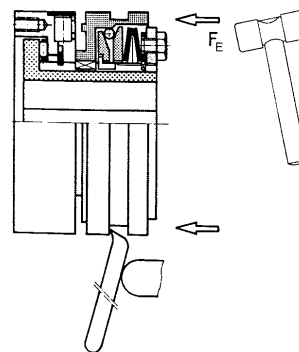

Рисунок 2
Возможно, потребуется слегка повернуть между собой переключающий элемент (3) и прижимной фланец (2). Муфта EAS® снова входит в зацепление просто при осевом нажатии на переключающий элемент (3) (рисунок 2).
- Вручную, например, с помощью пластмассового молотка или монтировки (рисунок 2).